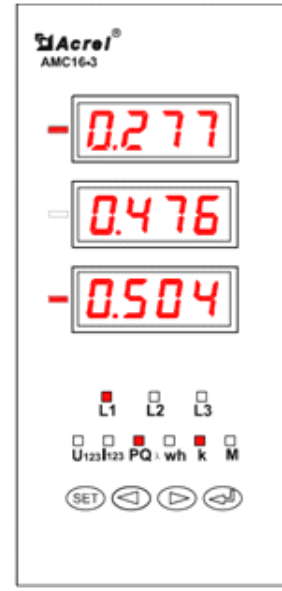

图 14
- 3) 图 14 显示的电参量从上到下依次为第 1 路三相负载的三相有功功率-0.277kW、无功功率 0.476kVar、功率因数-0.504。